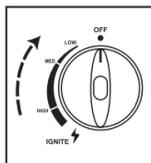

Fig. 4
- Откройте крышку отделения для газового баллона и убедитесь, что ручка воспламенения находится в положении OFF («Отключено») (смотрите рис.4).